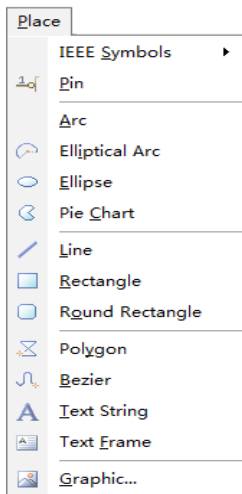

图 18-7 Place 菜单
1) Place 菜单: 如图 18-7 所示, 该菜单用来绘制元件外形的各种图形、文字, 如直线、圆弧、矩形、字符串等。此外, 还可以放置 IEEE Symbols, 这是 IEEE 协会制定的用来标识功能部件逻辑特性的一些符号。